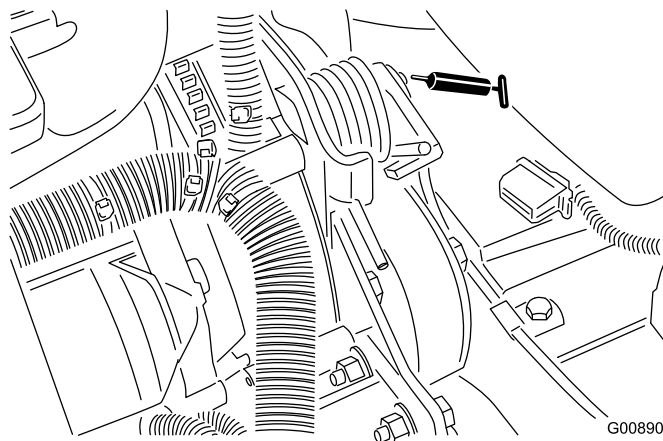

Figure 60
- Pivot de tension de courroie (Figure 60)